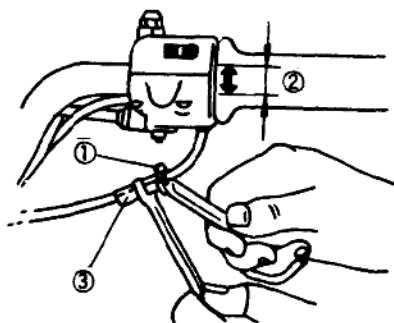

图 1-9 油门钢索自由间隙的调整
(3) 油门钢索自由间隙的调整。
如图 1-9 所示,油门钢索的自由间隙②通常为 1~2mm。其调整的方法是:先将防松螺母①松开,转动调整器③,待自由间隙适合后,再将防松螺母拧紧。有